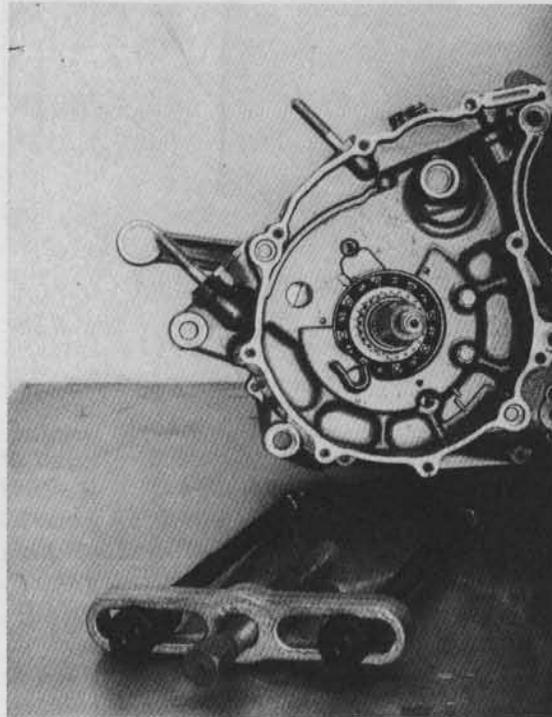

Bild 173
- Zeigt sich Welle unwillig zu weichen, handelsüblichen Abdrücker (Bild 173) verwenden. Nicht auf Welle schlagen, falls Welle und Lager wiederverwendet werden sollen. Auf dem YAMAHA-Ersatzteilweg ist Lager nur komplett mit Kurbelwelle und Pleuel zu erhalten!